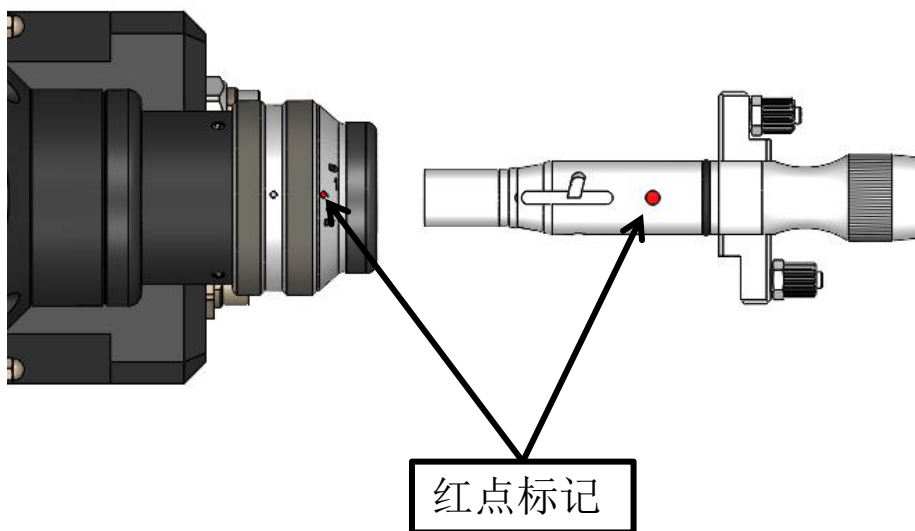

图2.5
- ④ 光纤头上红点对准QBH连接器的红点，慢慢将光纤头插入QBH连接器中，如下图2.5所示：
① 打开软件配置平台，设置焦点回退距离70mm（可根据实际情况微调），使准直焦点在零刻度位置（以柏楚为例）如图2.5所示。